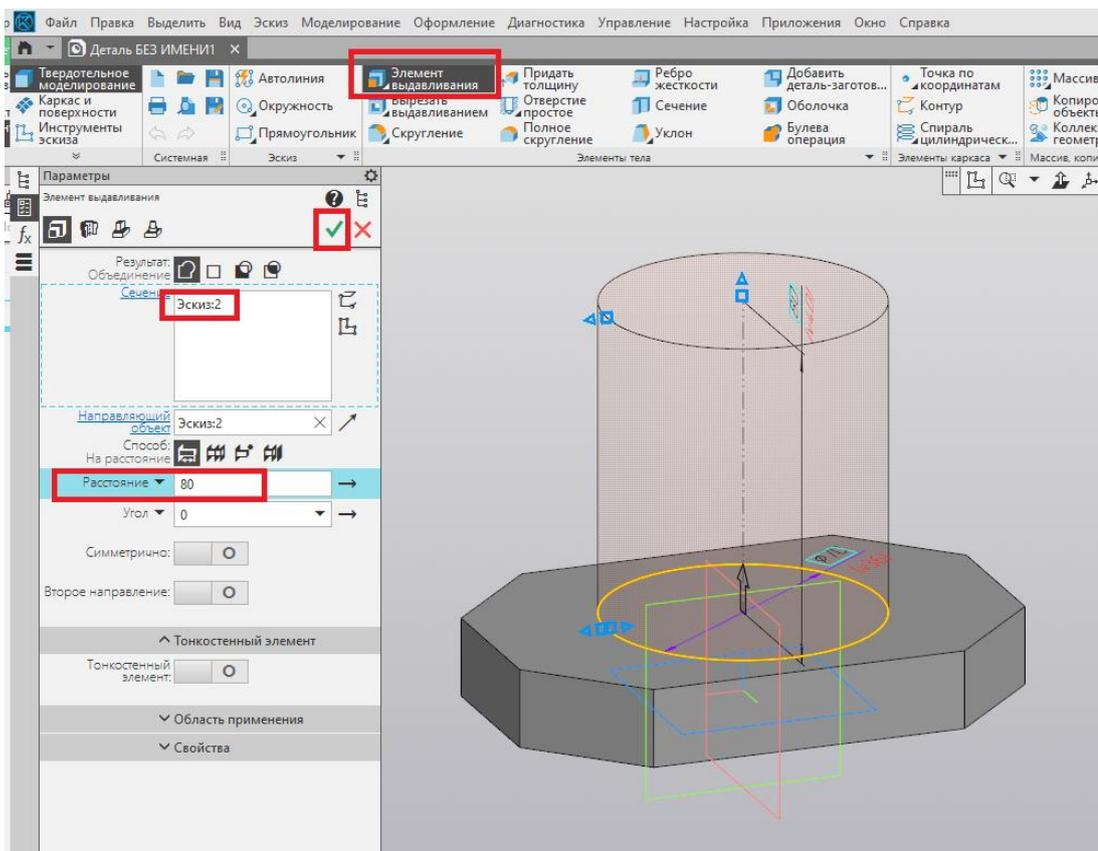

Рис. 82
10. При помощи команды «Элемент выдавливания» выдавливаем эскиз с окружностью на высоту 80 мм. Завершаем выполнение команды нажатием на зелёную галочку (рис. 82).